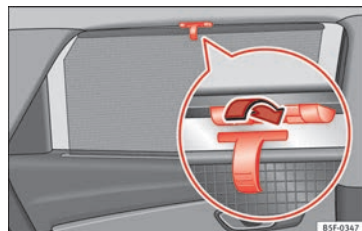

Fig. 142 Estore traseiro: cortina de proteção contra o sol.
– Desenrole a cortina e engate-a no gancho situado no centro da moldura superior da porta » Fig. 142.